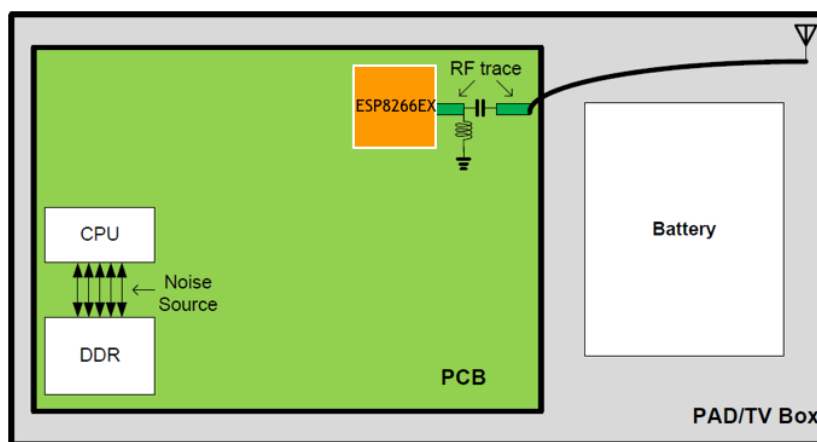

图 1-14: PCB layout 设计
- 从图 1-14 中可以看出，ESP8266EX 在 PCB 边上，且远离 CPU 与 DDR，使之远离噪声源（CPU + DDR），从位置上增加距离使得干扰能量随距离增加而衰减，继而减小噪声耦合。